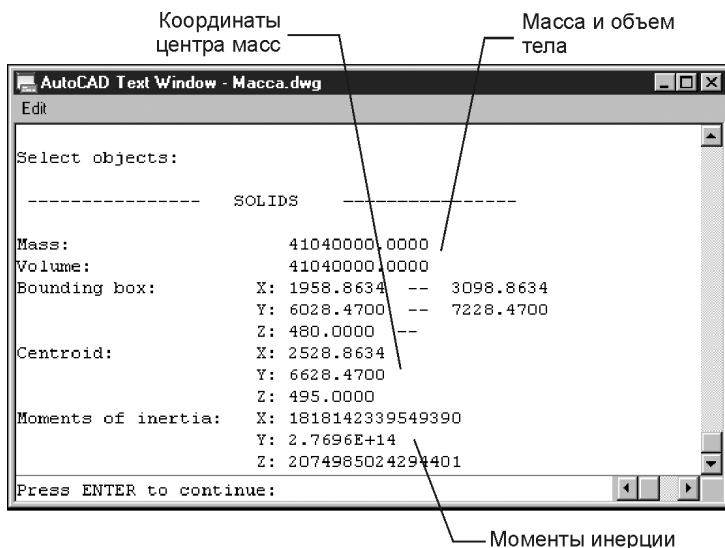

Рис. 6.20. Текстовое окно с массовыми характеристиками тела
1. Вызовите команду определения массовых характеристик тела любым из перечисленных ниже способов. Программа выведет текстовое окно (рис. 6.20) со значениями массы тела, координат центра масс и моментов инерции.